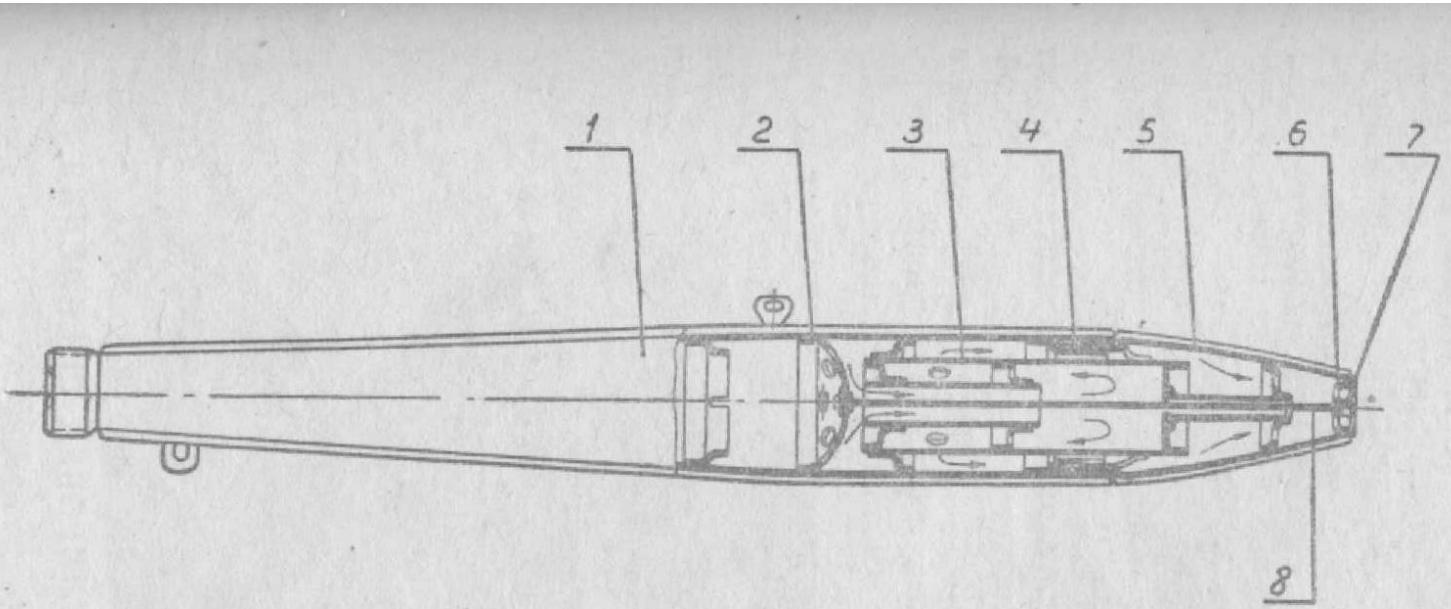

Рис. 11. ГЛУШИТЕЛЬ:
4. ГЛУШИТЕЛЬ. На мотоцикле установлен разборный глушитель шума выпуска (рис. 11). Для удаления нагара с акустического фильтра необходимо отвернуть гайку 7, снять решётку 6 со шпильки, отсоединить хвостовик 5, вынуть фильтр 3 и отжечь его. Сборку произвести в обратном порядке.